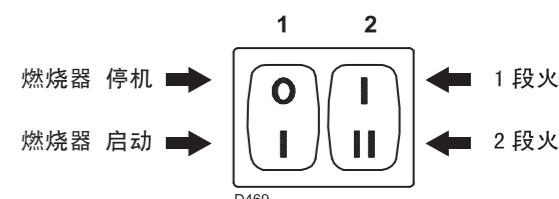

图 28
现在将开关 2(图 28)置于 2 段火运行位置：伺服马达开启风门挡板，同时开启燃气蝶阀至 90°。
- 开关 1) (图 28) 至“燃烧器启动”位置；
- 开关 2) (图 28) 至“1 段火”位置。